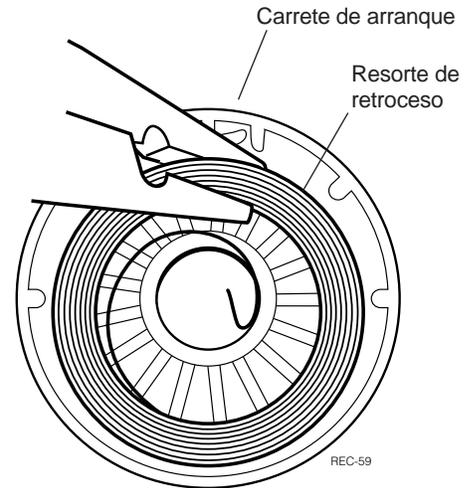

Figura 4.3
- **Modelos 300, 300S, 357, 360 y 377.** Use una pinza de puntas finas para extraer el resorte recuperado del carrete de arranque (figura 4.3)